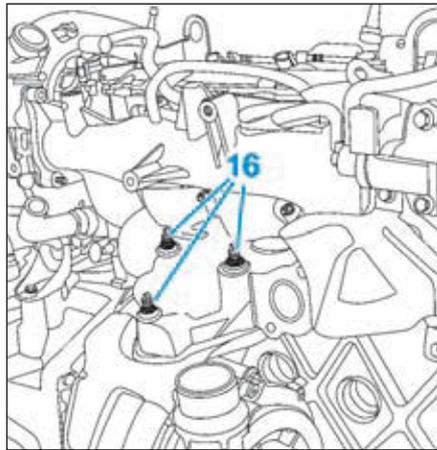

FIG.55
- les écrous de fixation (16) du turbocompresseur (Fig.55),